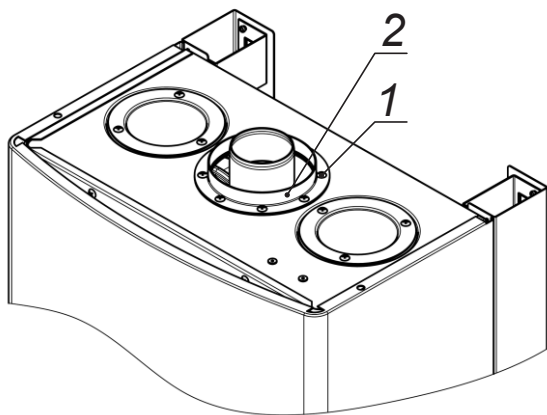

Рис. 7. Демонтаж воротника
- 1) отвернуть восемь винтов 1 и снять воротник 2 (см. Рис. 7);